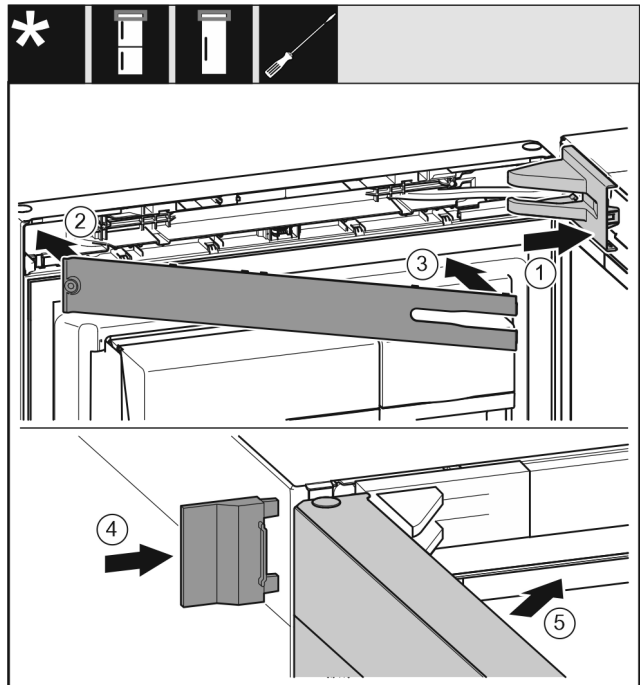

Fig. 25
- Lagerbockabdeckung aufsetzen und einrasten, ggf. vorsichtig auseinanderdrücken. Fig. 25 (1)
- Blende aufsetzen. Fig. 25 (2)
- Blende einschwenken und einrasten. Fig. 25 (3)
- Äußere Abdeckung aufschieben. Fig. 25 (4)
- Obere Tür schließen. Fig. 25 (5)